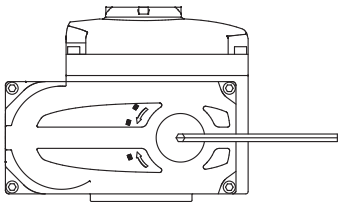

图17
10.1手动操作 (图 17) Manual Operation